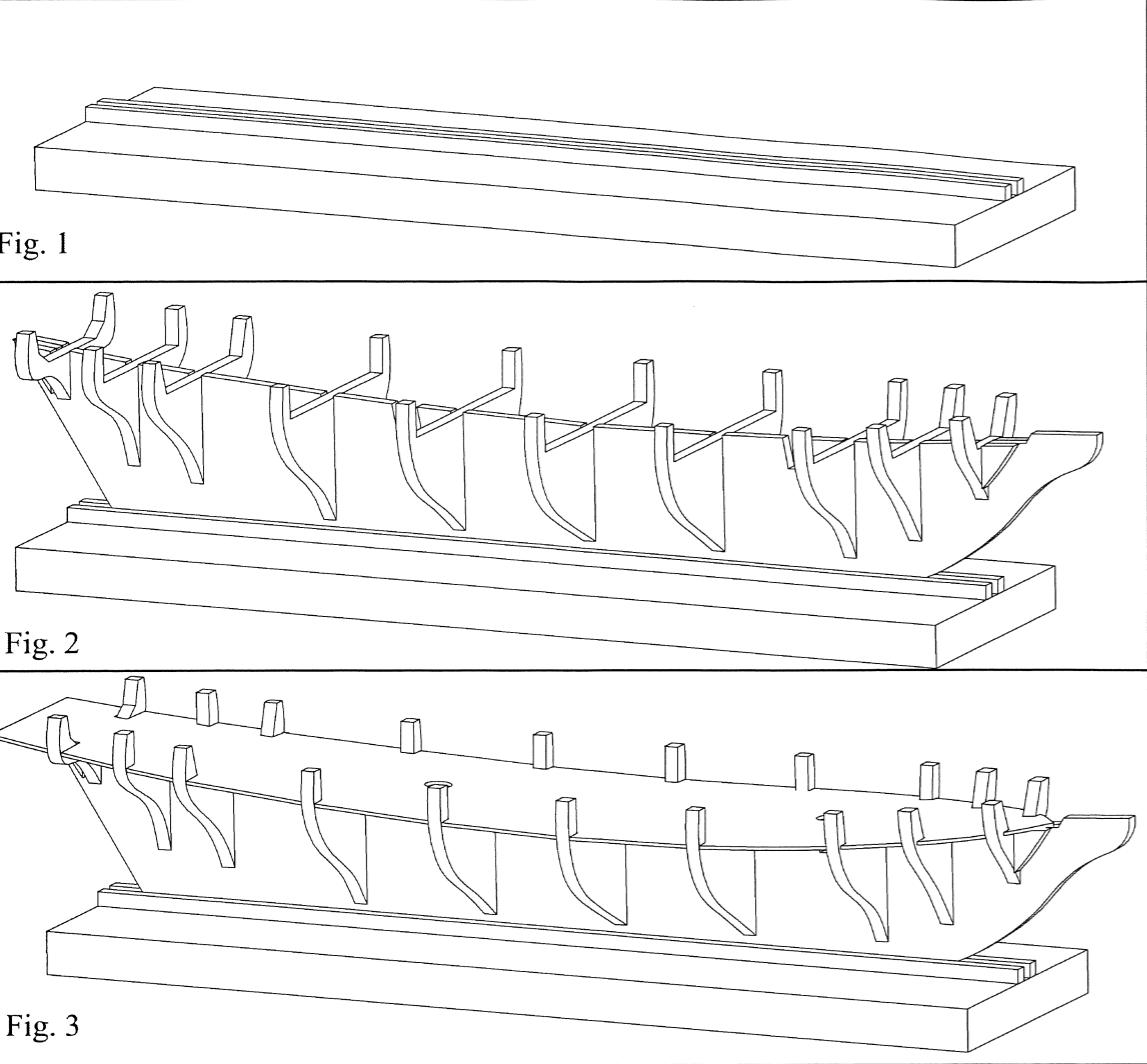

Fig. 1
1) Preparare lo scaletto fig. 1 tav. 2 per il montaggio della struttura: fissare su una tavoletta spessa circa 15mm. due listelli da 4mm. di spessore, distanti tra loro 4mm., in modo che vi si possa incastrare la chiglia 14 e che essa vi rimanga in posizione rettilinea e verticale.
1) Préparer le support fig. 1 tab.2 pour le montage de la structure: fixer sur une tablette de 14 mm. d'épaisseur deux lattes de 4mm., à la distance de 4mm. l'une de l'autre, de façon que la quille 14 puisse être encastrés en position rectiligne et verticale.
- 1) Wie auf Bild 1, Tafel 2 dargestellt, das Gestell für den Zusammenbau des Schiffes herstellen: auf einem ca. 15mm dicken Brett zwei 4mm dicke Leisten im Abstand von 4mm befestigen, so daß der Kiel #4 gerad und senkrecht eingeschoben werden kann.